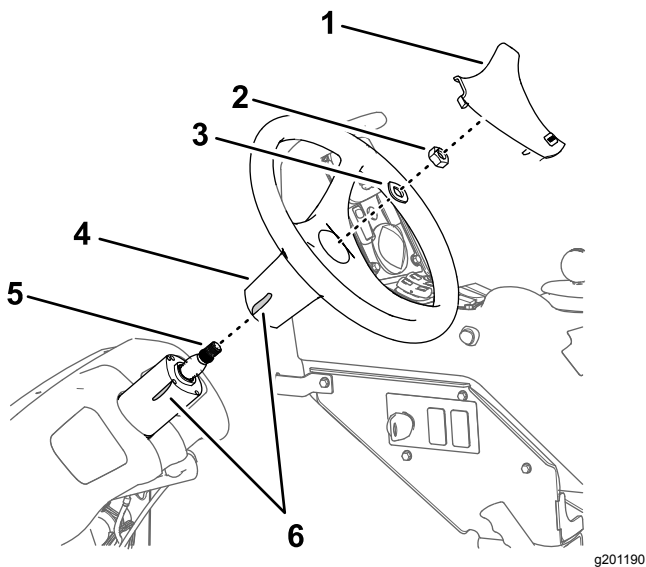

图161
1. 用一条胶带在转向阀上标记方向盘的位置图161。
2. 拆除方向盘的盖子 图161。
3. 拆下将方向盘固定到转向阀上的螺母 5/16 英寸和垫圈 5/16 英寸然后取下方向盘 图161。